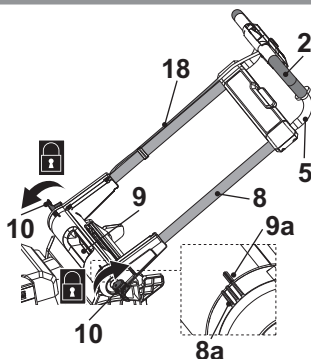

Fig. 2
3. Asegure el conjunto del mango plegando la palanca de sujeción (10) hacia el asa de transporte (9). Si la palanca de sujeción (10) no se puede doblar, aflójela y vuelva a doblarla. Si está demasiado floja, apriétela girando la palanca de sujeción (10) en el sentido de las agujas del reloj (Fig. 2).